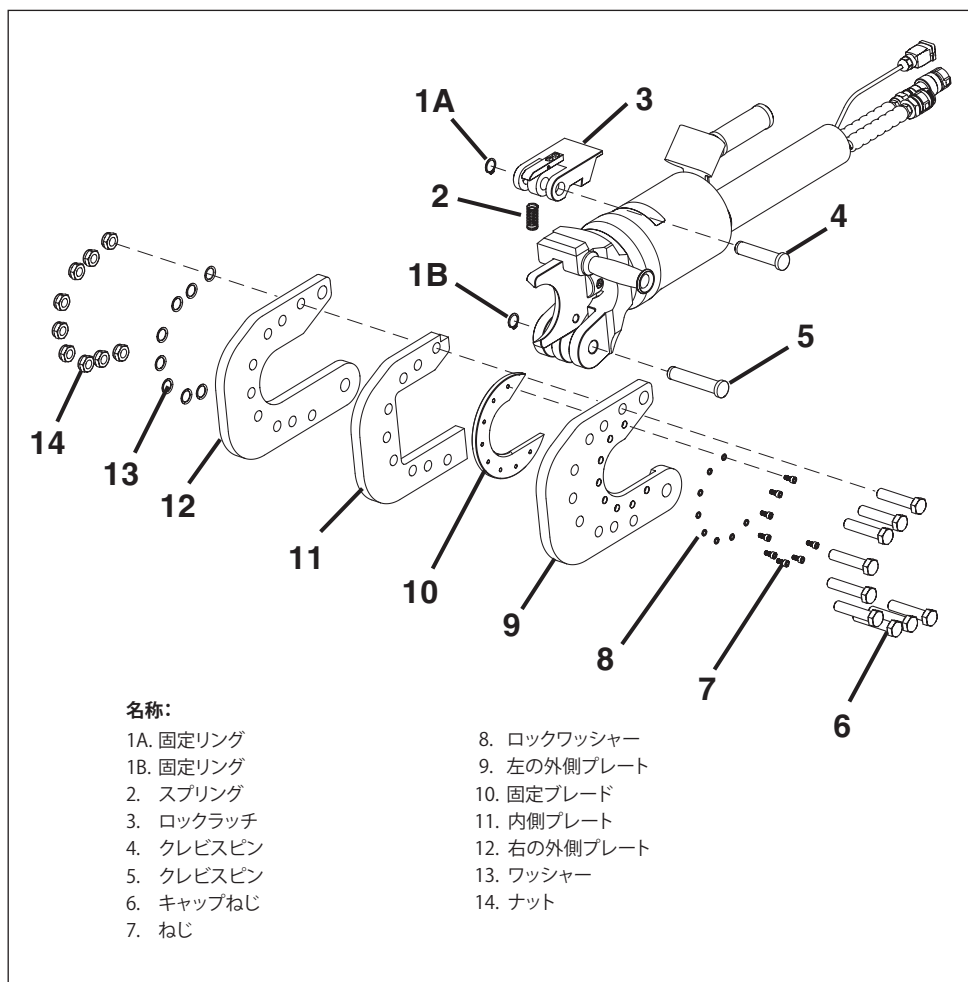

図12: 固定ブレードの交換 (この図はモデルEWCH90、EWCH140も同様)
以下に記載の手順で固定ブレードを交換します。図12を参照してください。
6. 固定リング(図12、項目18)を取り外します。クレビスピン(図12、項目5)とCuttingヘッド(図12、項目6~14)を取り外します。
7. モデルEWCH90の場合は、9個のキャップねじ(図12、項目6)、ワッシャー(図12、項目13)、およびナット(図12、項目14)を取り外します。モデルEWCH140の場合は、6個のソケットヘッドねじ、ワッシャー、およびナットを取り外します。
8. 左の外側プレート(図12、項目9)と内側プレート(図12、項目11)、および右の外側プレート(図12、項目12)を分離します。
9. モデルEWCH90の場合は、8個の固定ブレードねじ(図12、項目7)とワッシャー(図12、項目8)を取り外し、固定ブレード(図12、項目10)を取り外します。モデルEWCH140の場合は、7個の固定ブレードねじとワッシャーを取り外し、ブレードを取り外します。
10. モデルEWCH90の場合は、8個の固定ブレードねじ(図12、項目7)と固定ワッシャー(図12、項目8)で新品の固定ブレード(図12、項目10)を左の外側プレート(図12、項目9)に取り付け、91 in-lb [10 Nm] のトルクをかけます。Loctite 243または同等品を塗布します。
11. モデルEWCH140の場合は、7個の固定ブレードねじ(図12、項目7)と固定ワッシャー(図12、項目8)で新品の固定ブレード(図12、項目10)を左の外側プレート(図12、項目9)に取り付け、18 ft-lb [25 Nm] のトルクをかけます。Loctite 243または同等品を塗布します。
12. モデルEWCH90の場合、9個のキャップねじ(図12、項目6)、ワッシャー(図12、項目13)およびナット(図12、項目14)を使用して、モデルEWCH140の場合は、6個のソケットねじ、ワッシャーおよびナットを使用して、左の外側プレート(図12、項目9)、内側プレート(図12、項目11)および右の外側プレート(図12、項目12)を組み立てます。155 ft-lb [211 Nm] のトルクをかけます。Loctite 243または同等品を塗布します。
13. クレビスピン(図12、項目5)および固定リング(図12、項目18)を使用して、Cuttingヘッド(図12、項目6~14)を、ツール本体に取り付けます。